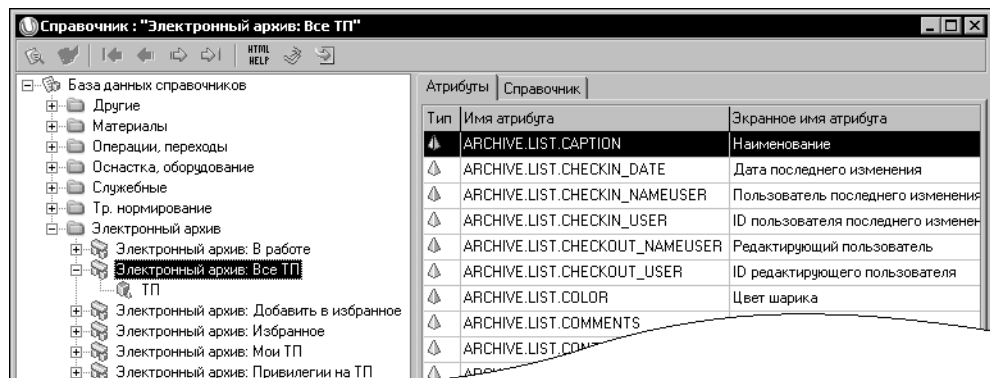

Рис. 17.5. Справочник «Электронный архив: Все ТП» в модуле администрирования УТС
- в таблицах приложения «Электронный архив» используется наименование детали, на которую разработан техпроцесс. Наименование детали хранится в атрибуте *namedse* класса *dseunit*. Возможность автоматической передачи значения из атрибута *namedse* в приложение «Электронный архив» обеспечивается наличием свойства *toarchive* у этого атрибута. В значении свойства *toarchive* указан атрибут **CAPTION** справочника «Электронный архив», который зарегистрирован в модуле администрирования УТС (рис. 17.5);